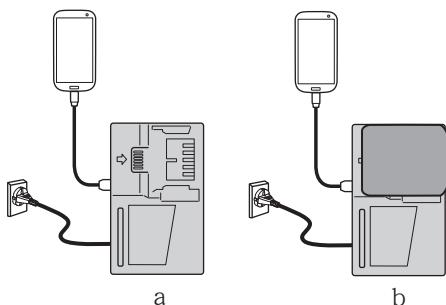

图 14
- 将 USB 设备插入插座进行充电 (图 14-a)。
- 将 USB 设备和电池插入插座进行充电。(图 14-b)